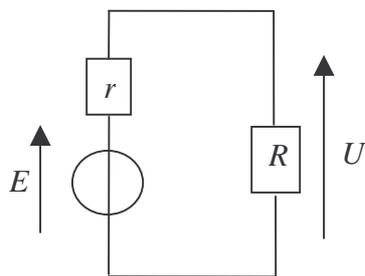
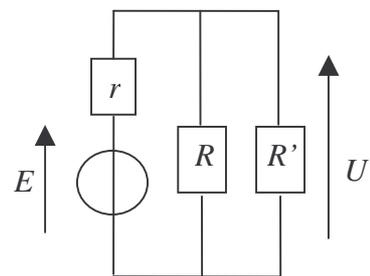

Figure 1
Figure 2
- 2.2 Un des deux générateurs alimente à présent R , on relève alors aux bornes de R une tension U (Figure 1). En ajoutant en parallèle avec R la résistance R' , on relève aux bornes de R une tension U' (Figure 2).